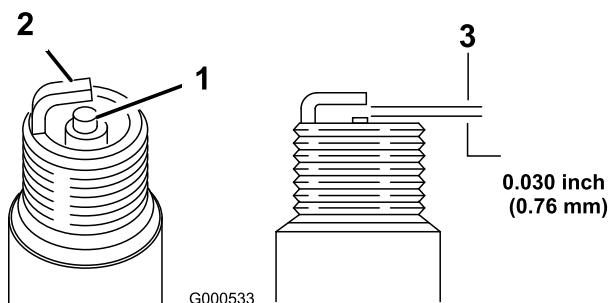

Figura 29
1. Mire la parte central de la bujía (Figura 29). Si se observa un color gris o marrón claro en el aislante, el motor está funcionando correctamente. Si el aislante aparece de color negro, significa que el limpiador de aire está sucio.
2. Compruebe la separación entre los electrodos central y lateral (Figura 29). Si la distancia no es correcta, doble el electrodo lateral (Figura 29).